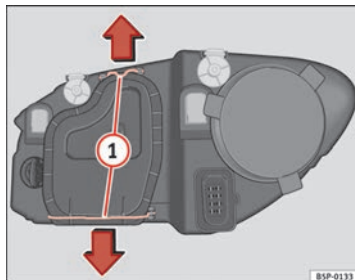

Abb. 188 Ablendlicht
- Die Streben ⇒ Abb. 188 **1** in Pfeilrichtung verschieben und den Deckel abnehmen. ▶